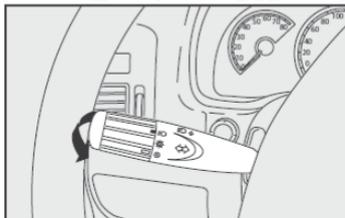

fig. 73
**Destellos - fig. 73**
**Sistema de Retardo de Apagado de los Faros (Follow me Home) - figs. 73 y 74**